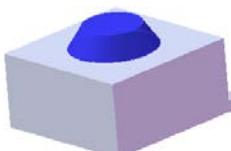
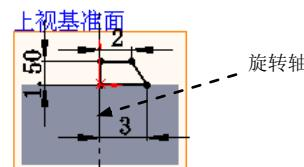

图 16.6.25 旋转 1
图 16.6.26 横断面草图
(3) 定义拉伸深度属性。
① 定义深度方向。采用系统默认的深度方向。
② 定义深度类型和深度值。在“凸台一拉伸”对话框 **方向1** 区域的下拉列表中选择 **给定深度** 选项，在 **d1** 中输入深度值 5.0。
(4) 单击  按钮，完成凸台一拉伸 1 的创建。
Step3. 创建图 16.6.25 所示的零件基础特征——旋转 1。
(1) 选择命令。选择下拉菜单 **插入(I)** → **凸台/基体(B)** → **旋转(R)...** 命令。
(2) 定义特征的横断面草图。
① 定义草图基准面。选取上视基准面作为草图基准面。
② 定义横断面草图。在草图环境中绘制图 16.6.26 所示的横断面草图。
(3) 定义旋转轴线。采用图 16.6.26 所示的中心线作为旋转轴线。
(4) 定义旋转属性。
① 定义旋转方向。在“旋转”对话框 **方向 1** 区域的下拉列表中选择 **给定深度** 选项，采用系统默认的旋转方向。
② 定义旋转角度。在 **方向 1** 区域的 **A1** 文本框中输入数值 360.0，选中 **合并结果(M)** 复选框。
(5) 单击对话框中的 按钮，完成旋转 1 的创建。